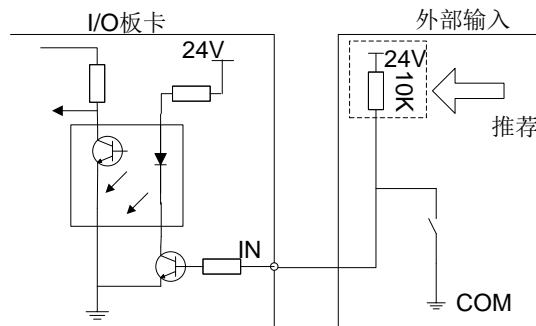

图 2-2 NPN 型输入开关量连接光电开关或接近开关
开关量输入信号可以与 NPN 型常开 (NO) 或常闭 (NC) 型的光电开关或接近开关连接, 连接方式见图 2-2 所示。